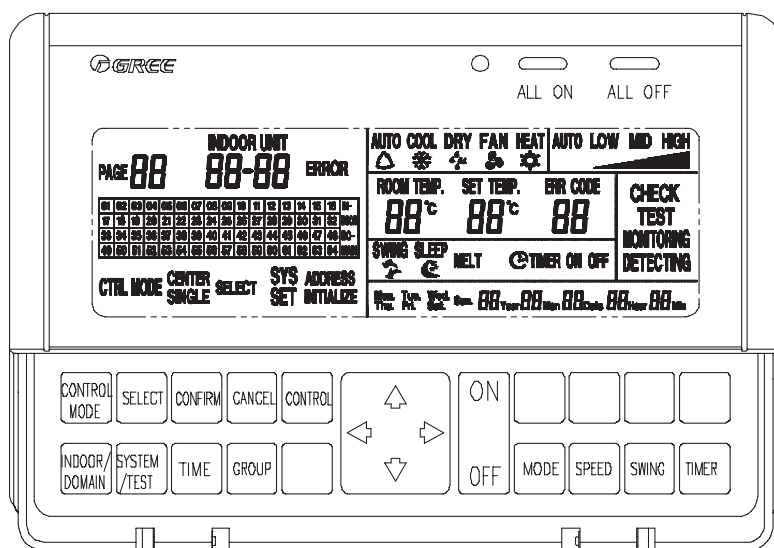

Рис. 7.21
7.5.7 Проводной центральный пульт CE51-24/Е(М) (рис. 7.21).